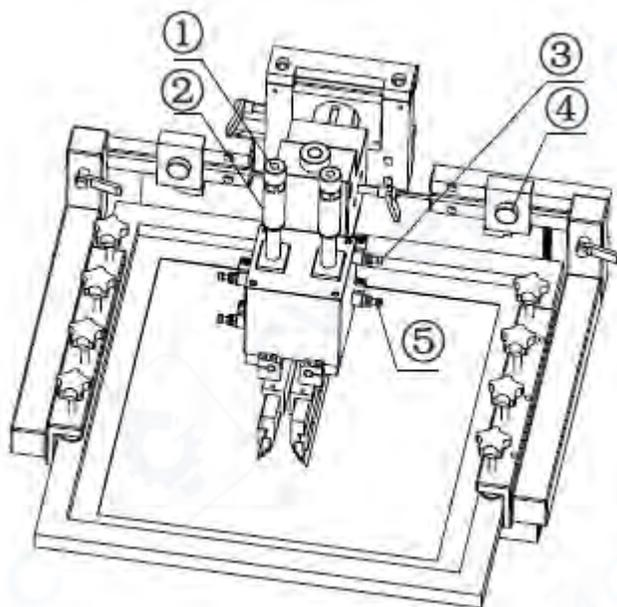

Рис. 9
(1) Удерживая регулировочный штифт (②), ослабьте фиксирующую гайку (①), как показано на Рис. 9.
(2) Поверните регулировочный штифт (②) по часовой стрелке, чтобы уменьшить давление ракеля. Поверните регулировочный штифт (②) против часовой стрелки, чтобы увеличить давление ракеля.
(3) После завершения настройки удерживайте регулировочный штифт (②) и затяните фиксирующую гайку (①).
(4) Процедура настройки одинакова для обеих раделей.
(1) Поверните дроссельный клапан (③) против часовой стрелки, чтобы увеличить скорость подъема ракеля. Поверните дроссельный клапан (③) по часовой стрелке, чтобы уменьшить скорость подъема ракеля (См. Рис. 9).
(2) Поверните дроссельный клапан (⑤) против часовой стрелки, чтобы увеличить скорость опускания ракеля. Поверните дроссельный клапан (⑤) по часовой стрелке, чтобы уменьшить скорость опускания ракеля (См. Рис. 9).
(1) Поверните фиксирующую гайку (④) против часовой стрелки и переместите ограничительный датчик в крайнее правое положение (См. Рис. 9).
(2) Перейдите в ручной режим настройки на сенсорной панели и активируйте перемещение ракеля вправо. Наблюдайте, чтобы левый ракель полностью пересек область печати стальной сетки, затем переместите его на 20 мм вправо и остановите.
(3) Переместите ограничительный датчик в левое положение, пока индикатор на датчике не загорится при соприкосновении с головкой ракеля. Зафиксируйте положение, затянув фиксирующую гайку (④).